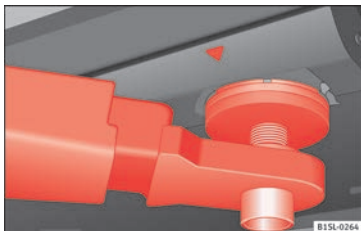
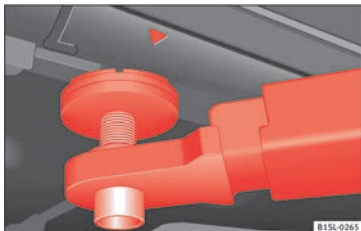

Fig. 233 Puntos de apoyo delanteros para elevar el vehículo con la plataforma elevadora o con el gato.
Fig. 234 Puntos de apoyo traseros para elevar el vehículo con la plataforma elevadora o con el gato.
Para levantar el vehículo deberá servirse únicamente de los puntos indicados en las figuras » fig. 233 y » fig. 234. Si no se eleva el
- Elevar el vehículo sirviéndose únicamente de los puntos indicados en las figuras » fig. 233 y » fig. 234. Si no se eleva el vehículo por los puntos indicados, podría caerse de la plataforma elevadora al desmontar, por ejemplo, el motor o la caja de cambios.